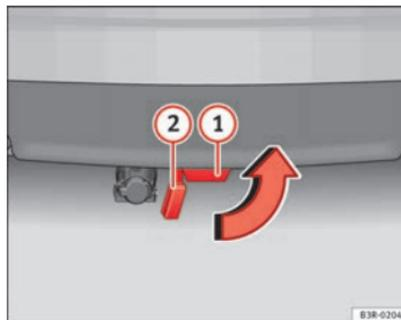

Fig. 160 Pára-choques traseiro: Colocar o tampão
- Extraia a rótula do tubo de encaixe, puxando-a para baixo **1** ⇒ Fig. 160. Ao fazê-lo, o tampão de fecho existente no tubo de encaixe **2** fecha-o automaticamente.